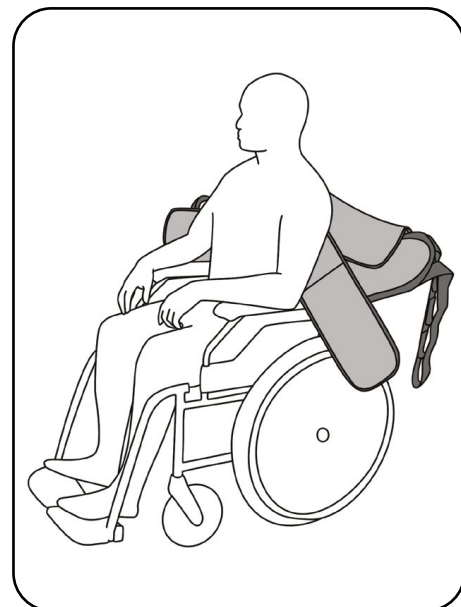

Abb. 9.2.02 – offener Liftergurt hinter dem Rücken des Patienten
5. Schieben Sie den Liftergurt hinter den Rücken des Patienten (Abb. 9.2.02). Achten Sie darauf, dass die Oberkante des Liftergurtes auf Höhe des Achselbereiches ist.